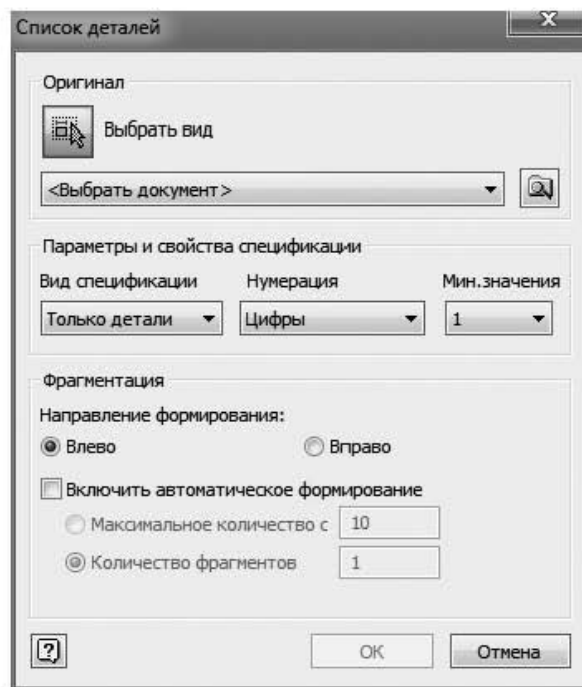

Рис. 9.23. Подключение файла сборки к спецификации
7. Снова перейдите в файл спецификации, на ленте на вкладке Пояснения ▶ Таблица нажмите на кнопку Спецификация . В появившемся диалоговом окне (рис. 9.23) выберите документ сборки и нажмите ОК. Вставьте таблицу спецификации с привязкой к правому верхнему углу (рис. 9.24).